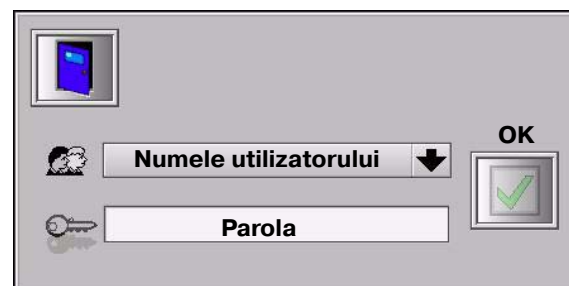

Figura 2-4 Ecranul pentru Deschiderea sesiunii de lucru
2. A se vedea Figura 2-4. Atingeți câmpul **Numele utilizatorului** și selectați numele dumneavoastră de utilizator.